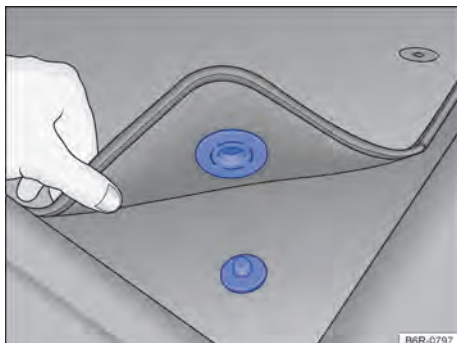

Fig. 12 Tapete dianteiro do lado do condutor com fixação no pino do carpete.
- ✓ Acomodar bem o tapete na área para os pés do lado do condutor de modo que ele não obstrua a área dos pedais. Dependendo da versão do veículo, o tapete dianteiro do lado do condutor pode ter fixação no pino do carpete. → Fig. 12.